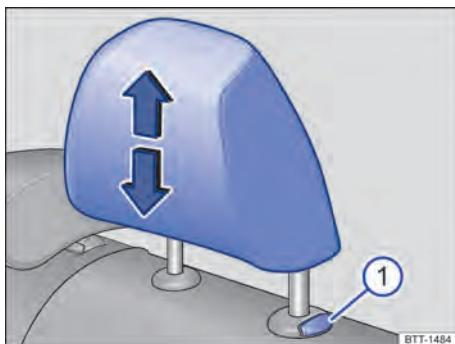
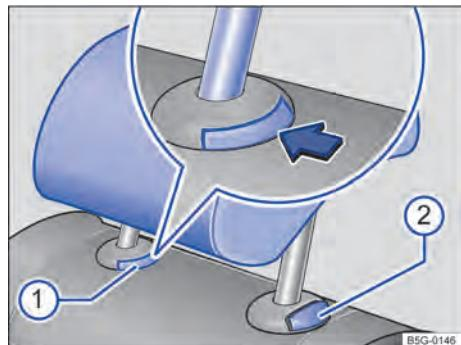

Fig. 44 Assentos traseiros laterais: remover o apoio para cabeça.
Fig. 45 Assento traseiro central: remover o apoio para cabeça.
- Retirar totalmente o apoio para cabeça com o botão → Fig. 44 ① ou → Fig. 45 ① pressionado.
- Empurrar o apoio para cabeça para baixo com o botão → Fig. 44 ① ou → Fig. 45 ① pressionado.